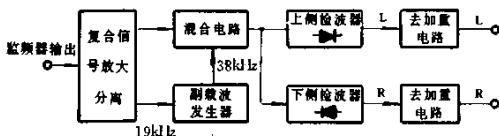

图 2-3-5 包络检波式立体声解码器电原理框图
(2) 包络检波法：其电路基本上与电子开关式相同，参见图 2-3-5 所示。38kHz 副载波与主、副信号一起加至混合电路，然后用两路极性相反的调幅检波器，将左、右声道的音频信号检出。